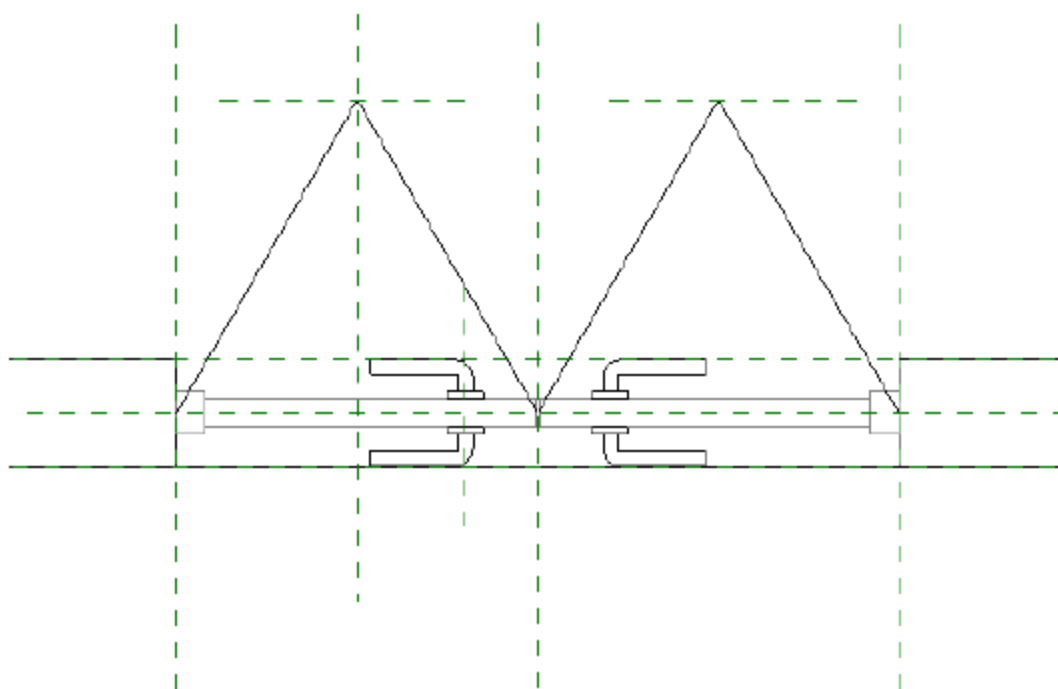
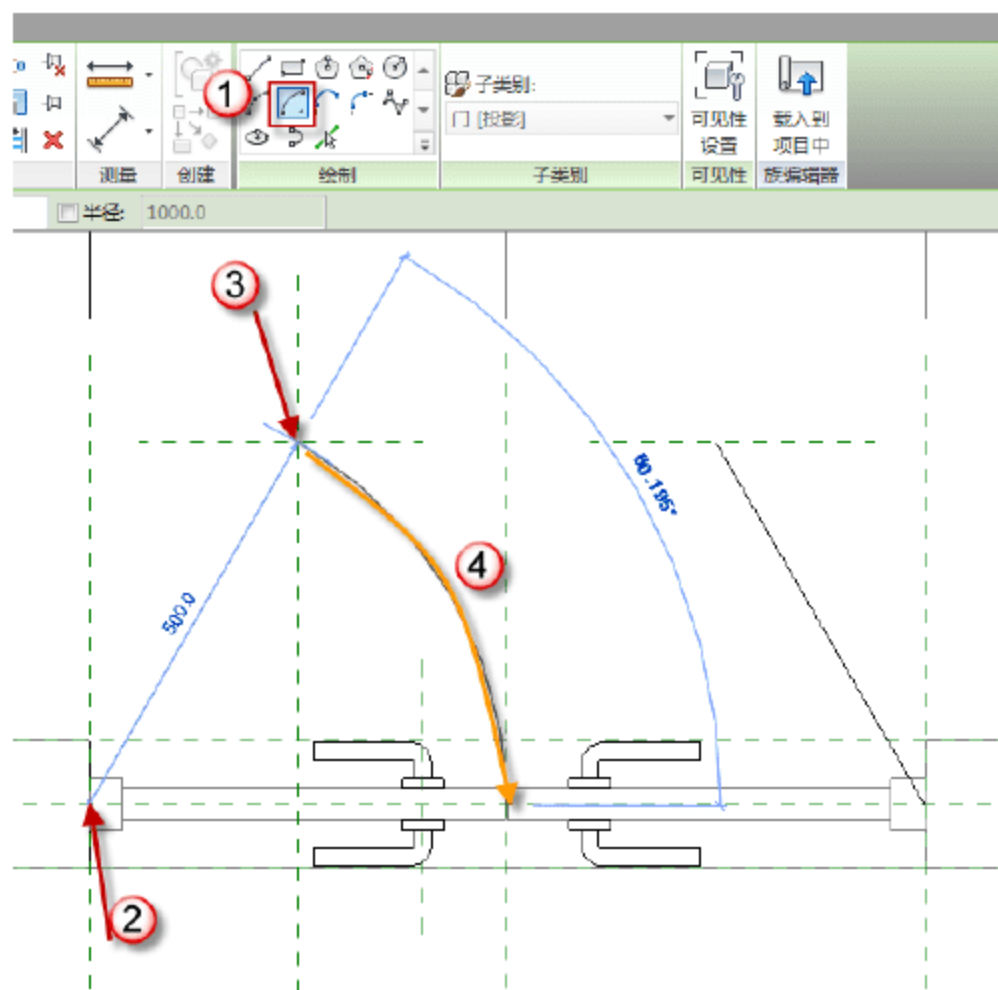

图 9.3.28 进入族的编辑模式
图 9.3.29 修改“FM1020 丙”族
(22) 修改“FM1020 丙”族。完成移动“FM1020 丙”后，发现所建的门的投影与 CAD 底图中门的投影不一致，双击“FM1020 丙”，进入族的编辑模式，如图 9.3.28 所示。按快捷键 D+E，删除不相符的部分，选择“注释”→“符号线”命令，在“绘制”的任务栏中选择“圆心 - 端点弧”，然后绘制圆弧，如图 9.3.29 所示。